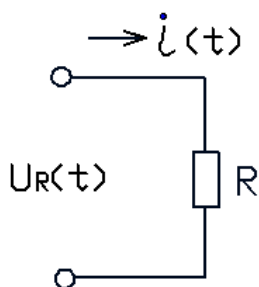

Рис. 1.2
Для дальнейших рассуждений рассмотрим по отдельности идеальные элементы R , L и C , включённые в электрическую цепь синусоидального переменного тока (1). При включении активного сопротивления R в цепь переменного тока схема приобретает вид, представленный на рис. 1.2.